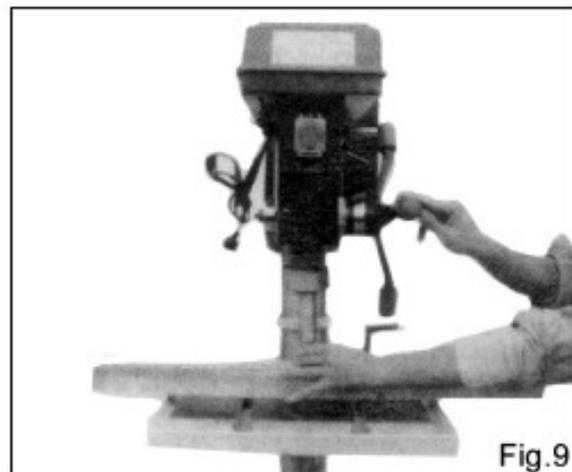

Fig.9
7.1 Сначала вставьте оправку в шпиндель. Потяните ручку подачи вниз, чтобы вдавить оправку внутрь. Рис. 9